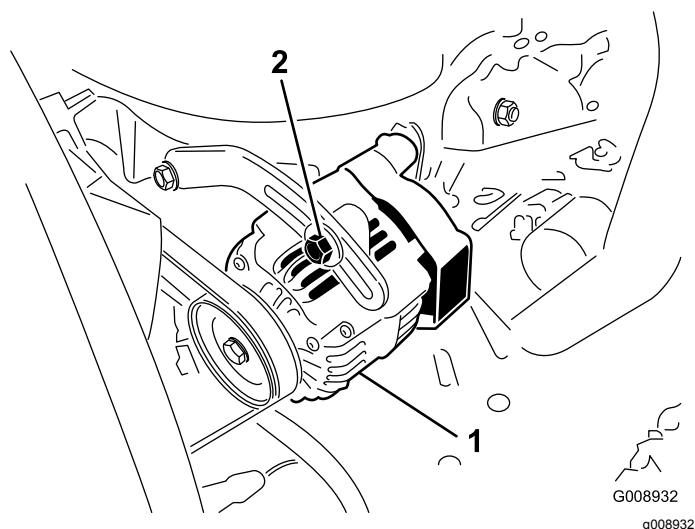

図 105
オアウターネータのベルト 図 105 は 100 運転時間ごとに点検します。
3. たわみが 10 mm でない場合には、オルタネータ取り付けボルトをゆるめる 図 105。